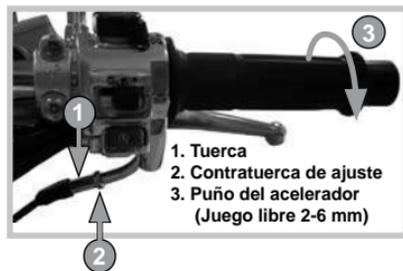

Imagen 24 Ajuste del puño del acelerador.
1. Ubicar la tuerca y la contratuerca de ajuste del acelerador. *Ver imagen 24.*
4. Revisar que el juego libre del acelerador esté dentro de la especificación, además de que la rotación sea suave desde la posición de cerrado hasta la posición de abierto. *Ver imagen 24.*